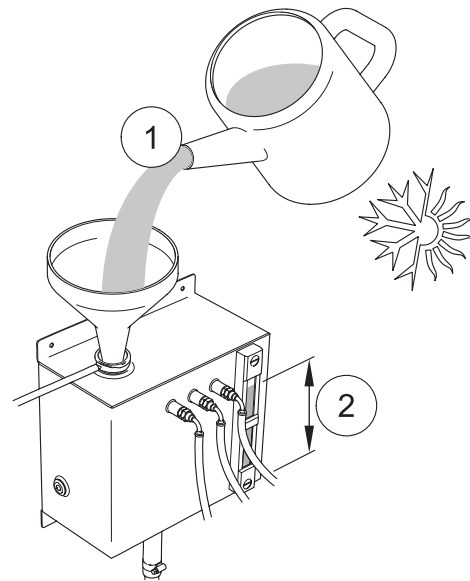

Figura 40
- 3 Conecte la manguera de entrada principal al motor (3).
- 4 Llene el depósito de expansión remoto con 50 % de solución anticongelante como en la figura 40 (1), hasta la posición máxima en el visor (2). (Consulte el Paquete de información del cliente en el sitio web de Perkins Marine para conocer la especificación correcta del refrigerante).